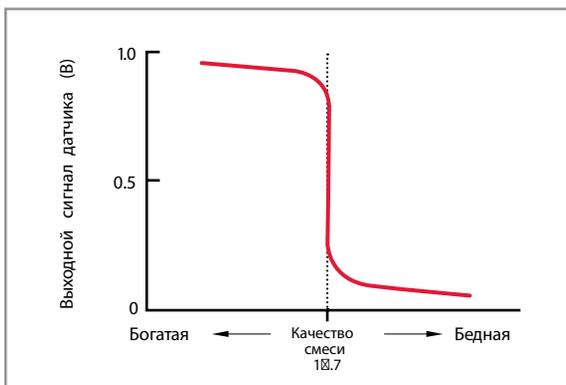

Рис. 6: Выходной сигнал циркониево-оксидного датчика
- > **Циркониево-оксидный датчик** выдает сигнал в виде небольшого напряжения в пределах от 0В до около 0,8В, постоянно колеблющегося от нижнего до верхнего значения вокруг лямбды 1.00 (Рис. 6)